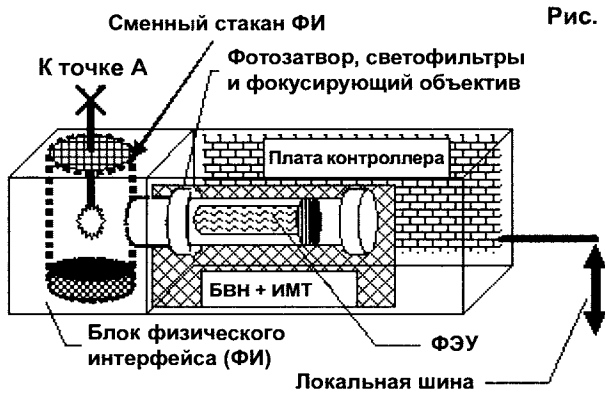

Рис. 5
5. Для регистрации фотоиндуцированной замедленной флюоресценции (ЗФ) /медленные компоненты/, для исследования процессов фотосинтеза, диагностики термоадаптации растений, оценки активности гербицидов, гибберелинов, энергизации мембран микроорганизмов, оценки активности полиеновых антибиотиков. ФИ – поворачивающийся светонепроницаемый металлический стакан, в котором смонтирована термостатируемая стеклянная кювета или термостатируемый держатель листа, поворачивающийся от осветителя к ФЭУ (служит для выделения ЗФ из общей фотолюминесценции (ФЛ) исследуемого образца, что достигается разделением периода возбуждения от начала регистрации, темновым интервалом, равным времени “жизни” флюоресценции хлорофилла, в течении которого ФЛ полностью затухает). ФИ имеет штуцера: для термостабилизации и ввода пробы и других ингредиентов с помощью автоматического дозатора, управляемого контроллером. ФИ снабжен универсальным осветителем,  $\lambda = 200...800$  нм (рис. 5).